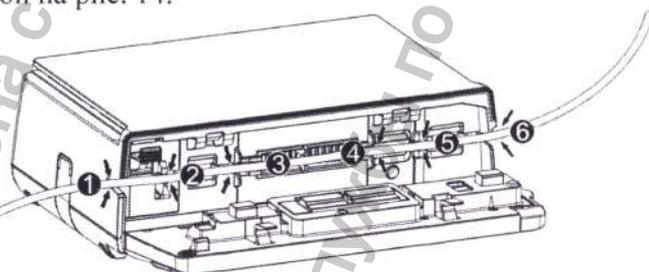

Рис. 14. Установка инфузионной магистрали. Шаг 2.
2. Поместите инфузионную магистраль в посадочное место в соответствии с последовательностью, показанной на рис. 14.